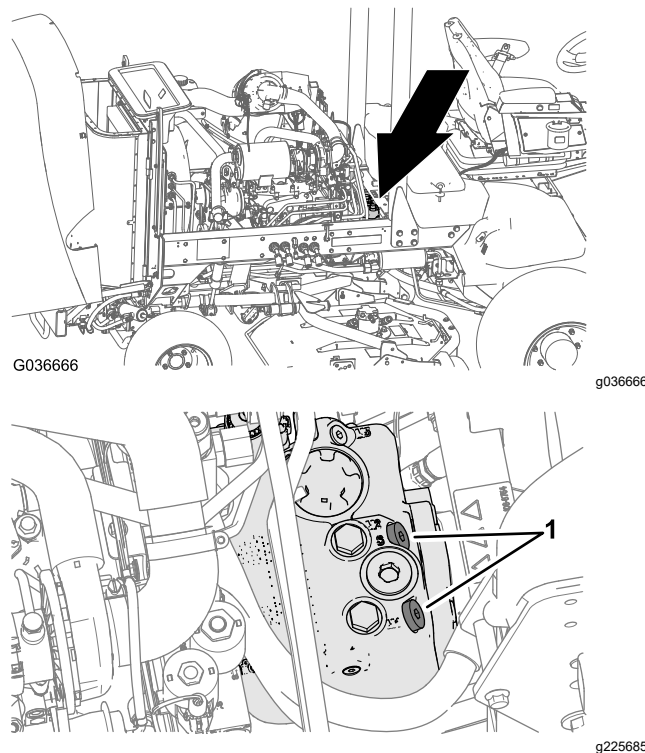

Figura 43
1. Abra o capot e localize as válvulas de descarga (Figura 43) na parte superior da bomba, por detrás das caixas da bateria/armazenamento.